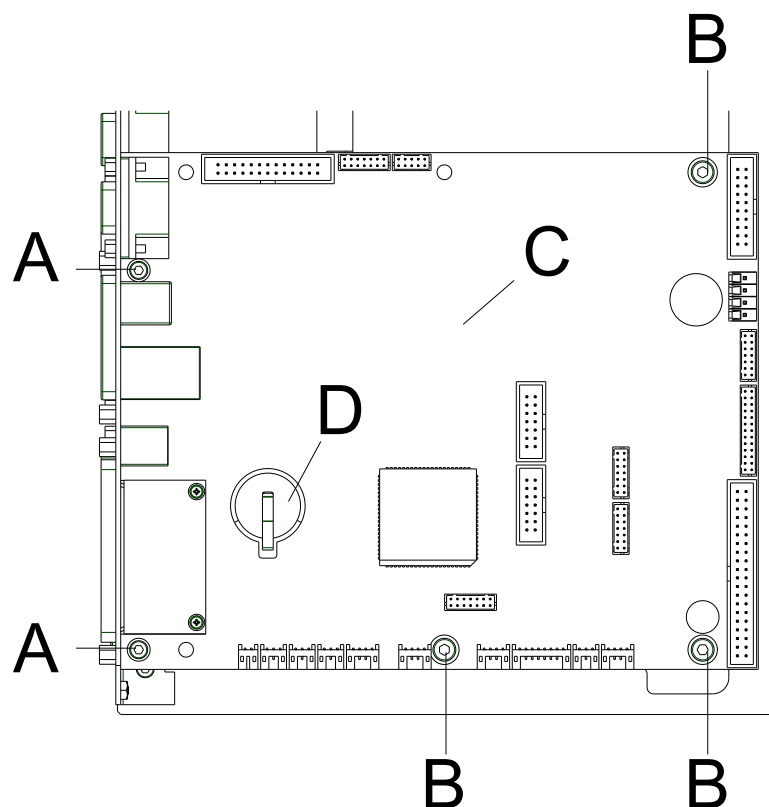

Figura 6
3. Ponga una nueva batería (CR 2032) en el soporte (D, Figura 6).